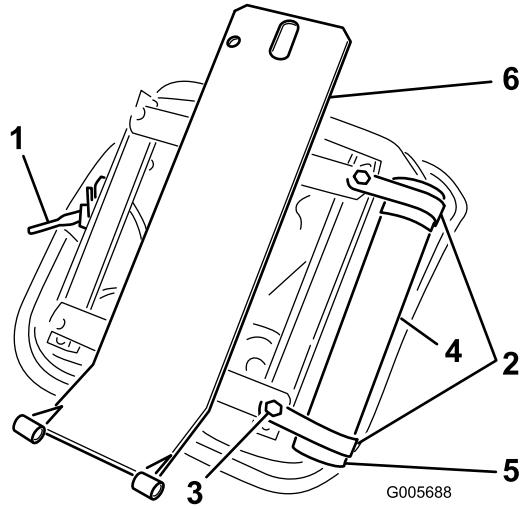

Bild 12
- Montieren Sie die Sitzfederung unten am Sitz an vier Kopfschrauben und befestigen Sie diese mit vier Sicherungsscheiben, Flachscheiben und Muttern (Bild 12).
- Befestigen Sie die beiden R-Schellen lose mit zwei Kopfschrauben und Flachscheiben (liegen dem Sitz bei) an der rechten Seite der Sitzunterseite (Bild 12). Setzen Sie das manuelle Rohr in die R-Schellen ein und ziehen Sie die Klemmmuttern fest (Bild 12).
- Montieren Sie die Sitzstütze über vier Gewindebolzen unten an der Sitzfederung und befestigen Sie diese mit Muttern (Bild 12).